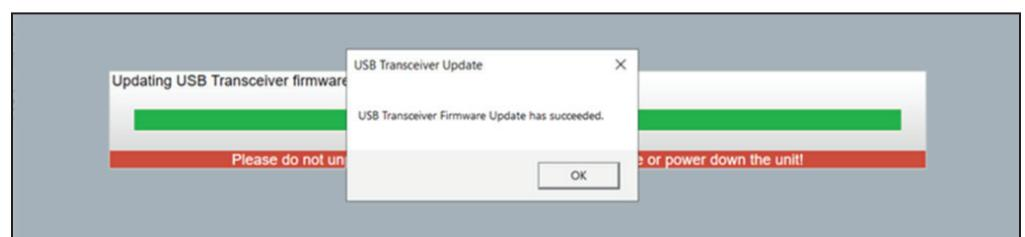

Figura 10. Mensagem de sucesso da atualização do firmware do transceptor USB.
**PASSO 4.** Quando a atualização estiver concluída, uma caixa de diálogo é apresentada exibindo uma mensagem de sucesso. Clique no botão **OK**. Ver Figura 10.